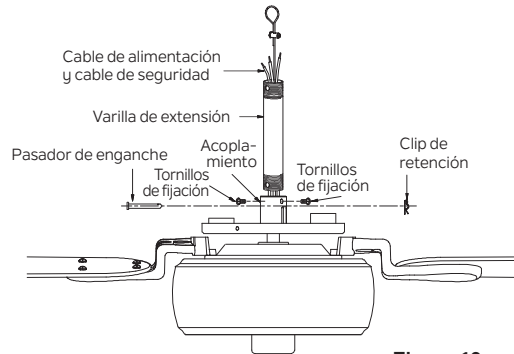

Figura 10
**Paso 7.** Afloje los dos tornillos de fijación y retire el pasador de enganche y el clip de retención del acoplamiento en la parte superior del conjunto del motor. (Figura 10)